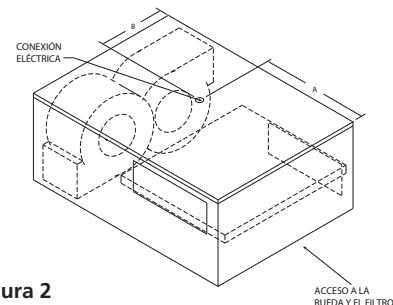

Figura 2
2. La línea de alto voltaje principal se debe conectar a los conductores adecuados de la unidad. La energía se puede enrutar hacia el ventilador por la abertura que se encuentra en la parte de abajo de la unidad. Las ubicaciones de la abertura se indican en la figura que se encuentra en la Figura 2.